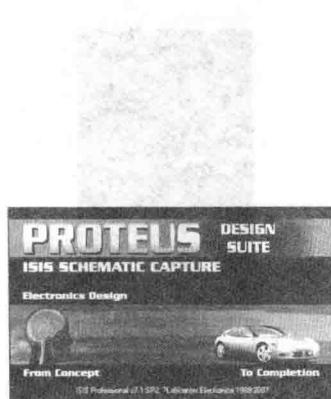

图 2-2 启动界面
① 启动软件。单击“开始”→“程序”→“Proteus 7 Professional”→“ISIS 7 Professional”，弹出启动画面如图 2-2 所示。